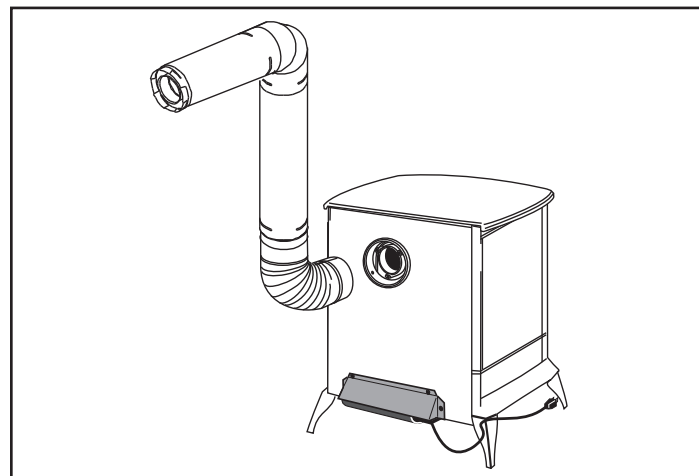

Figure 3.23
Étape 2 – Les tuyaux et les raccords DirectVent Pro et SLP sont conçus avec des raccords spéciaux à verrouillage par rotation. Pour connecter le système de ventilation à la sortie de conduit de cheminée du poêle, utilisez l'adaptateur à verrouillage par rotation installé sur le poêle en usine. Assemblez la combinaison souhaitée de sections de conduit et de coudes noirs sur l'adaptateur de l'appareil avec les cordons de soudure des conduits orientés vers le mur ou le sol, de façon à être autant que possible hors de vue (figure 3.23).